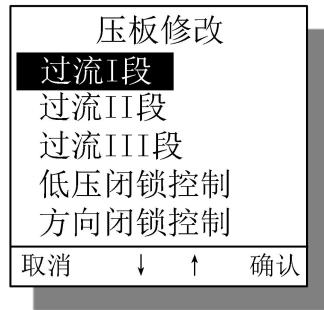

图 22 具体保护软压板界面
- 1) 选定具体保护软压板。在压板菜单界面后，操作方向键[▲]或[▼]将光标移压板修改条目上，按[←]键进入具体保护软压板界面。用户可操作[▲]、[▼]进行移动光标和翻页。具体保护软压板界面图见图22，图仅作参考，不同型号装置可能稍有差别。